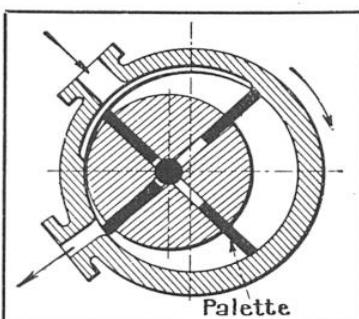

FIG. 9. — SCHÉMA DE FONCTIONNEMENT DU COMPRESSEUR ROTATIF
**Compresseurs rotatifs.** — Sous un petit volume, ces machines aspirent de grandes quantités de vapeurs d'un fluide de faible densité. Ces appareils présentent un intérêt pour les grosses puissances. Le type rotatif à croissant comprend un cylindre dans lequel tourne un rotor excentrique (fig. 9), de